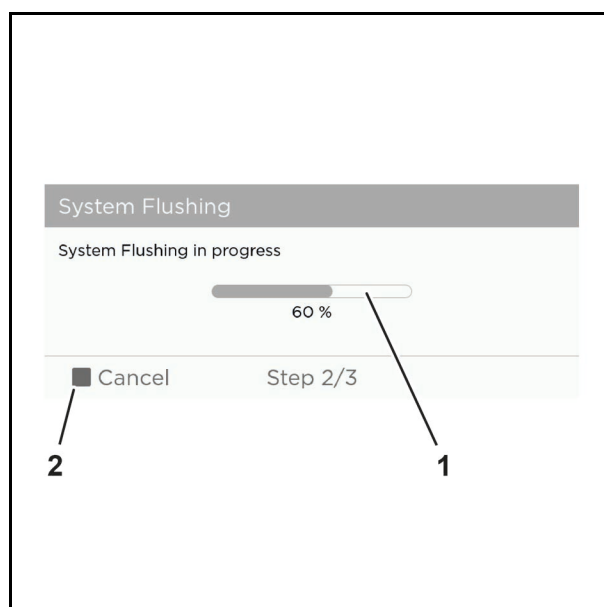

Abb. 54 Przykładowa grafika
2. Monitorować postęp prezentowany na wskaźniku postępu (Abb. 54/1) lub nacisnąć przycisk „Cancel” (anuluj) (Abb. 54/2), aby anulować płukanie systemu.